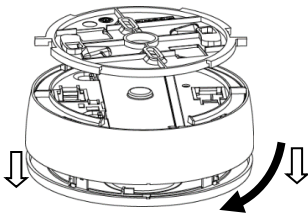

Figura 13
1. Rimuovere il rivelatore dalla staffa di fissaggio ruotando il rivelatore in senso antiorario (vedere Figura 13).